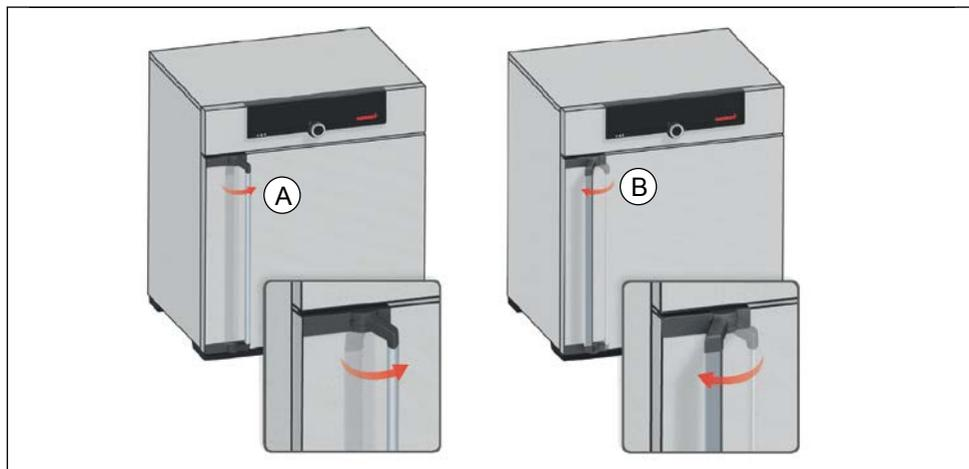

Рис. 12 Открытие и закрытие дверцы
- ▶ Для открытия дверцы потяните ее за ручку в сторону (в зависимости от варианта навешивания дверцы — влево или вправо, Рис. 12, А) и полностью распахните дверцу.